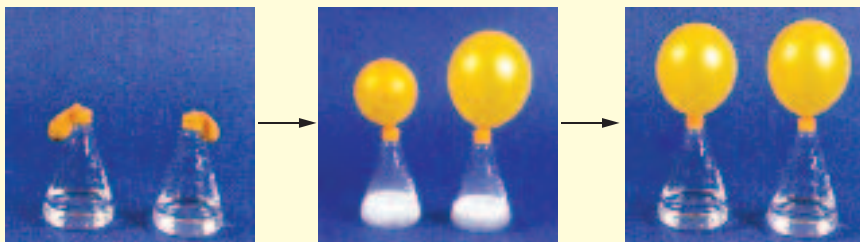

图 3-1 镁条与盐酸、醋酸溶液的反应
(1) 分别测量物质的量浓度均为 $1 \text{ mol} \cdot \text{L}^{-1}$ 的盐酸和醋酸溶液的pH。
(2) 如图3-1所示，在两只锥形瓶中分别加入等体积、物质的量浓度均为 $1 \text{ mol} \cdot \text{L}^{-1}$ 的盐酸和醋酸溶液，在两只气球中分别加入经砂纸打磨过的大小相同的足量镁条，将气球套在锥形瓶瓶口，再将气球中的镁条送入锥形瓶中，观察、比较气球鼓起的快慢等现象，填写表3-1。